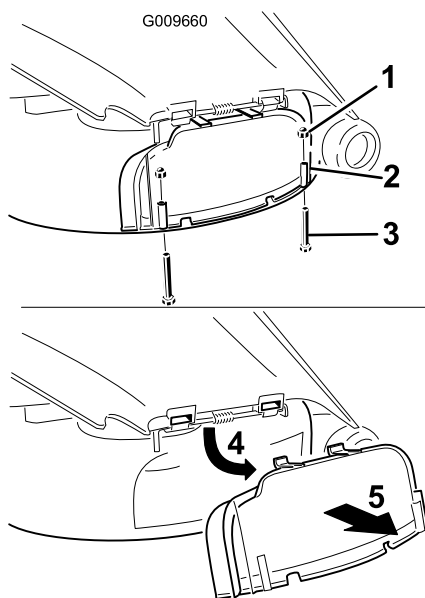

Figura 13
3. Retire los 2 pernos y tuercas que fijan la tapa de descarga al cortacésped (Figura 13).